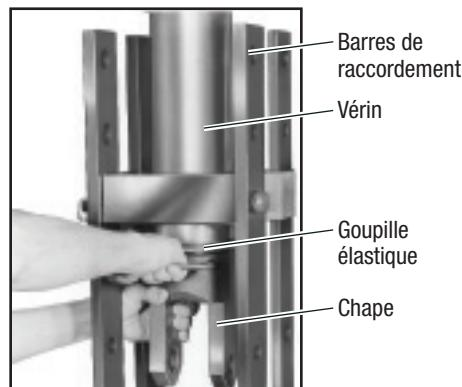

Figure 4
4. Assembler la chape, la goupille élastique, le positionneur de vérin et les broches. Placer cet ensemble aussi près que possible du point de pivotement des barres de raccordement. Faire pivoter les barres de raccordement avec le vérin jusqu'en position verticale et verrouiller en place (Fig. 4).